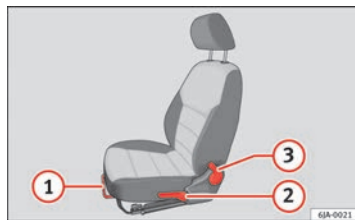

Fig. 70 Mandos de ajuste del asiento / Mandos del ajuste de un asiento deportivo
- Tire (en su parte central) de la palanca ① ⇒ fig. 70 hacia arriba y desplace el asiento hacia delante o hacia atrás.
- Suelte la palanca ① y siga desplazando el asiento hasta que encastre con un clic.
- Para subir, mueva y suelte la palanca ② ⇒ fig. 70 (en caso necesario, varias veces) hacia arriba hasta conseguir la posición deseada.
- Para bajar, mueva y suelte la palanca ② (en caso necesario, varias veces) hacia abajo hasta conseguir la posición deseada.
- No ejerza fuerza sobre el respaldo y tire de la palanca ③ ⇒ fig. 70 hacia atrás y presionando sobre el respaldo consiga la inclinación deseada.
- Al soltar la palanca ③, el respaldo se queda en la posición ajustada.